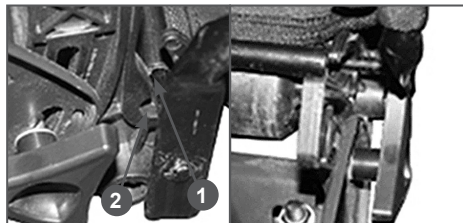

Рис. 4 Установка травосборника
1. Поместите нижнюю рамку травосборника 1 на кронштейн 2 боковой панели корпуса и зафиксируйте ее (Рис.4).